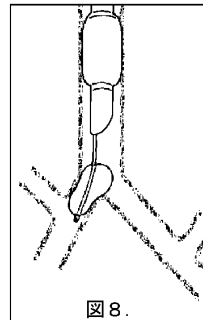

図 8.
カフが気管分岐部の近くに回り、気管内にはみ出た状態(Herniation)でカフが膨張し、気管狭窄の状態になっていることが考えられる。(図8)
- ⑤気管狭窄の状態(図8)となる上記トラブルが生じた場合は、カフ内の空気を抜くことにより、低酸素血症は回復する。